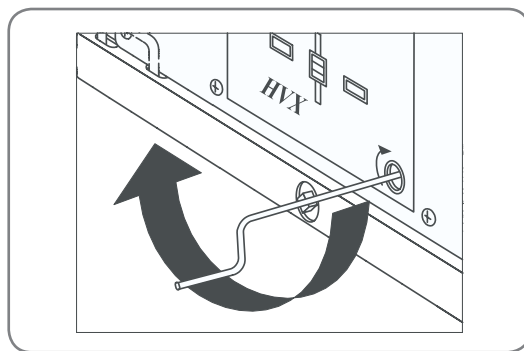

Рис. 7.4. Взвод пружины включения выключателя
- Вставьте рукоятку взвода привода в соответствующее отверстие (рис. 7.4)